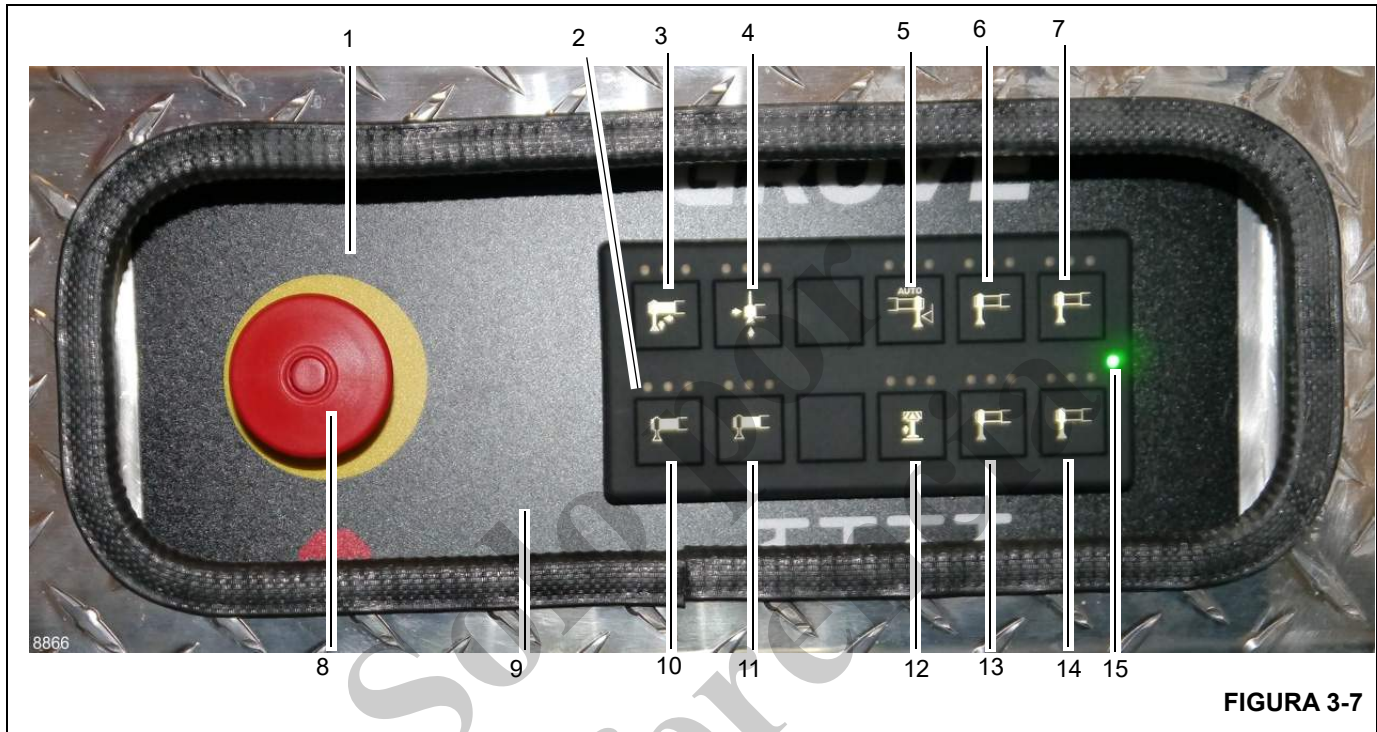

FIGURA 3-7
nar los estabilizadores. Los números que aparecen entre paréntesis en cada párrafo corresponden a los números de índice que aparecen en la ilustración del tablero del estabilizador (Figura 3-7).
Un botón de parada de emergencia (8), (Figura 3-7), se encuentra instalado en el tablero.
Hay un indicador de nivel de burbuja (no se muestra) (9), (Figura 3-7), instalado en la parte inferior del tablero de estabilizadores.
Hay un tablero de control de estabilizadores (1), (Figura 3-7), a cada lado del chasis de la grúa. El tablero de la derecha acciona los estabilizadores de ese lado solamente. El tablero de la izquierda acciona los estabilizadores de ese lado solamente. Los gatos pueden accionarse desde el lado derecho o el lado izquierdo de la grúa.
El LED verde (15), (Figura 3-7), iluminado es el LED de "alimentación" del teclado, lo que significa que el teclado está correctamente alimentado (alimentación y puesta a tierra).
Los botones selectores de vigas de estabilizador (delanteras/traseras) (10 y 11), (Figura 3-7), se usan para seleccionar el funcionamiento deseado de las vigas de estabilizador delanteras o traseras en el lado de la unidad donde está ubicado el tablero de control.
El botón de extensión (3), (Figura 3-7), acciona tanto los gatos como las vigas de los estabilizadores. Mientras se pulsa la combinación deseada de botones selectores, oprimir el botón de extensión moverá el componente seleccionado en el sentido de extensión.
El botón del estabilizador delantero central (12), (Figura 3-7), se encuentra en el centro del tablero de control de estabilizadores. Se debe utilizar en conjunto con el botón de extensión (3), (Figura 3-7), y retracción (4), (Figura 3-7), para controlar el funcionamiento del estabilizador delantero
Los botones de selector de gato (delantero/trasero) izquierdo y derecho (6, 7, 13 y 14), (Figura 3-7), seleccionan el gato que debe ser operado.
El interruptor de parada de emergencia (8), (Figura 3-7), se encuentra en el lado central izquierdo del tablero de estabilizadores. Oprima el interruptor para apagar el motor y todas las funciones hidráulicas.
El botón de retracción (4), (Figura 3-7), acciona tanto los gatos como las vigas de los estabilizadores. Mientras se pulsa la combinación deseada de botones selectores, oprimir el interruptor de retracción moverá el componente seleccionado en el sentido de retracción.
El indicador de alimentación (15), (Figura 3-7), se ilumina de color verde cuando hay alimentación eléctrica disponible para el tablero de control.
El botón de nivelación automática (5), (Figura 3-7), se usa para nivelar automáticamente la grúa. El algoritmo de nivelación automática ajusta el ángulo del vehículo de la grúa mientras los gatos de estabilizador se retraen. Además, es necesario extender completamente los gatos de estabilizador antes de oprimir el botón de nivelación automática.
El indicador de nivel de burbuja (9), (Figura 3-7), (no se muestra) se encuentra en la parte inferior de cada tablero de control de estabilizadores. Si se sospecha que el indicador de nivel de burbuja está desajustado, consulte *Ajuste del indicador de nivel de burbuja*, página 4-39.
Cada botón del tablero de control de estabilizadores tiene tres (3) luces LED (2), (Figura 3-7), sobre él: (una verde, una amarilla y una roja).